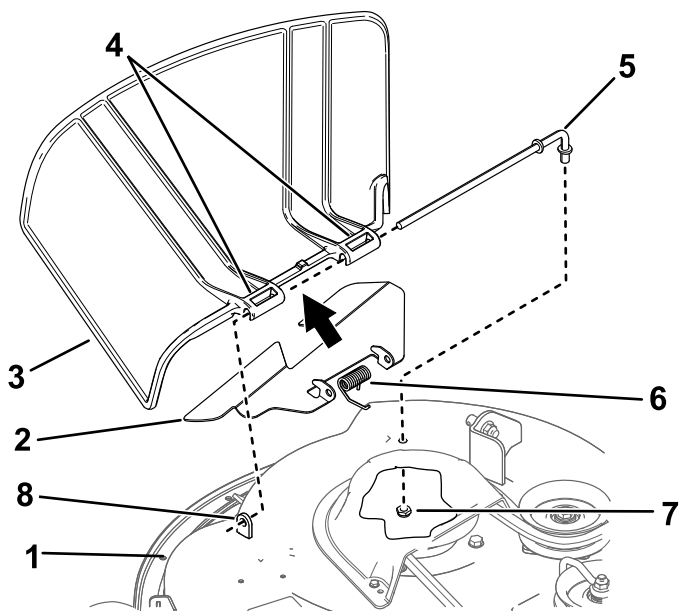

Bild 72
1. Nehmen Sie die Mutter ($\frac{3}{8}$ ") aus der Stange unter dem Mähwerk ab (Bild 72).
2. Schieben Sie die Stange aus dem kurzen Vorsprung, der Feder, dem Ablenklech und Grasablenkblech (Bild 72).
4. Montieren Sie das neue Grasablenkblech und Ablenklech (Bild 72).
7. Schieben Sie die Stange durch das Ablenklech und die zweite Halterung am Grasablenkblech (Bild 72).
9. Befestigen Sie das hintere Stangenende mit einer Mutter (3/8") am Mähwerk, wie in Bild 72 abgebildet.